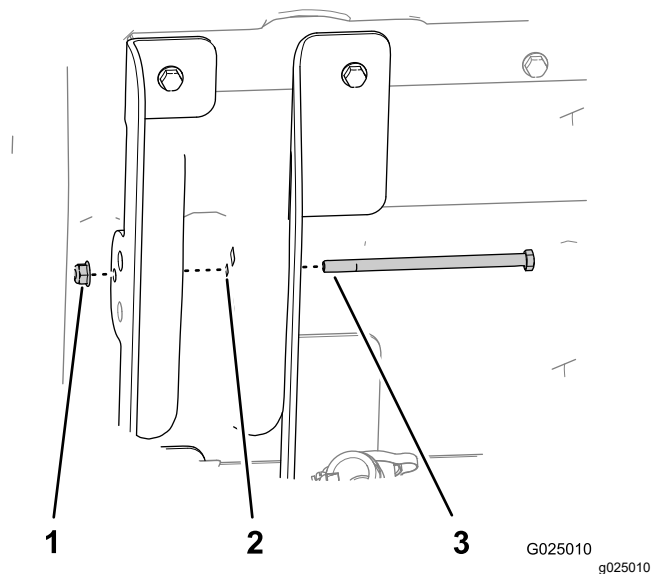

Figura 7
7. Inserite il bullone a testa esagonale (5/16" x 5 1/2") nel foro da 8 mm della staffa di sollevamento interna (flangiatura lunga), nella struttura del pianale e nella staffa di sollevamento esterna (flangiatura corta), come illustrato nella Figura 7.
8. Fissate il bullone con il dado flangiato (5/16") serrandolo a mano (Figura 7).
10. Serrate saldamente il dado flangiato che fissa il bullone ($\frac{5}{16}$ ") (Figura 7).